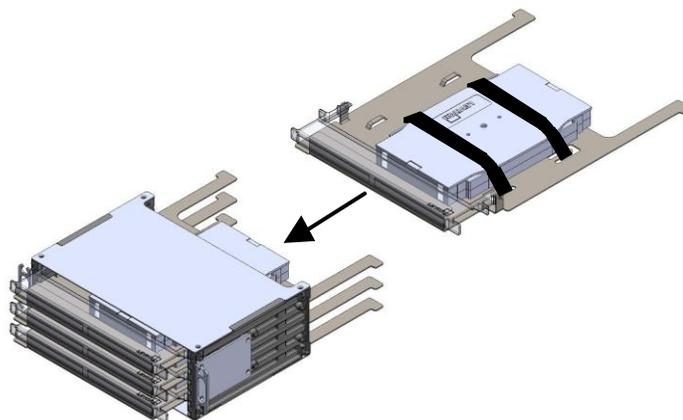

Figure 16
3. Glisser la plateau vers l'avant jusqu'à ce que les pattes de fixation du couvercle soient accessibles (figure 16).